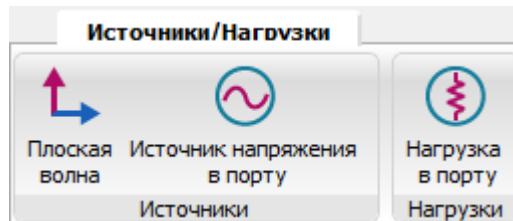

Рис. 133
16.1.5.1. Меню «Источники/Нагрузки» служит для задания источников излучения расчетной модели в виде *плоской волны*, а также *источников напряжения* и задания *нагрузок в портах*. Меню «Источники» показано на рис. 133.